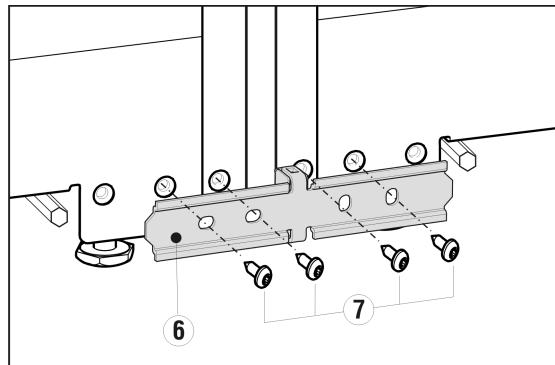

Fig. 4
- Сведите устройства вместе или повторно выровняйте их и при помощи винтов Fig. 4 (7) из комплекта прочно прикрутите крепежный уголок Fig. 4 (6).